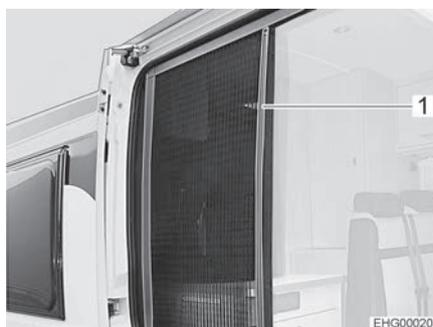

Fig. 8 Moustiquaire
- Tirer jusqu'au bout la moustiquaire par la barrette (Fig. 8,1).
- Remettre la moustiquaire en position initiale en la poussant par la barrette (Fig. 8,1).